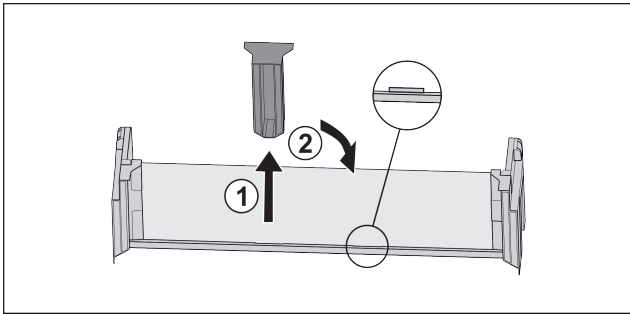

Fig. 17
- ▶ Снимите среднюю поддерживающую деталь Fig. 17 (1).
- ▶ Вставьте среднюю поддерживающую деталь во вторую позицию Fig. 17 (2).